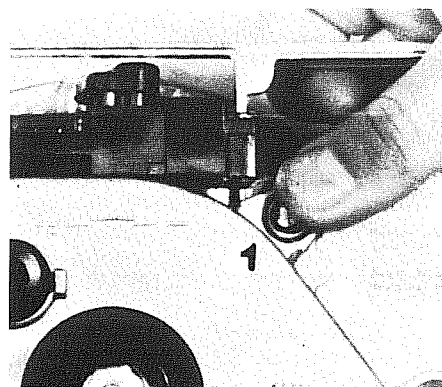

Abb. 53
- Patentdruckknopf bei NOVA-MARK III G bzw. Drehknopf beim NOVA-MARK V G und NOVA-MARK VII G betätigen (Abb. 53 und 57 Pos. 1)